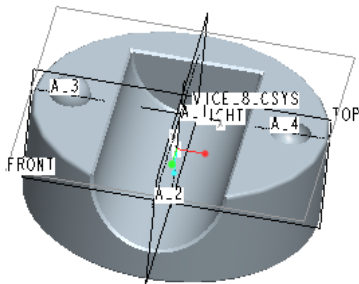

図 6-33 フィーチャー完成図
- ・「終了ツール」をクリックすると以下に示す図 6-33 のフィーチャーが完成する。